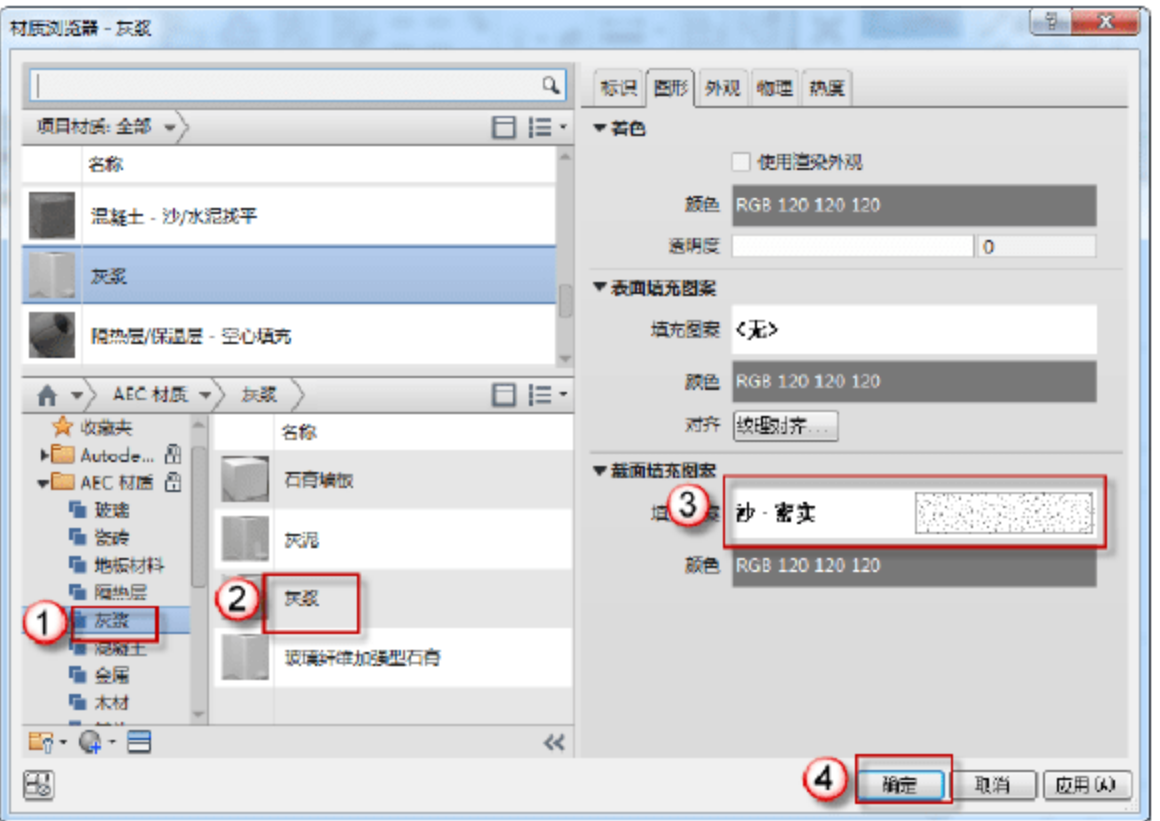

图 9.2.14 编辑面层 1[4]材质
(12) 编辑“面层 1[4]”材质。在“编辑部件”对话框下，单击“面层 1[4]”对应的“材质”单元格右上角的“浏览”按钮，在弹出的“材质浏览器”对话框中，在“AEC 材质”下选择“灰浆”→“灰浆”，填充图案选择“沙-密实”图案，如图 9.2.14 所示。单击“确定”按钮，返回“编辑部件”对话框，然后将其对应的厚度设置为“20mm”。